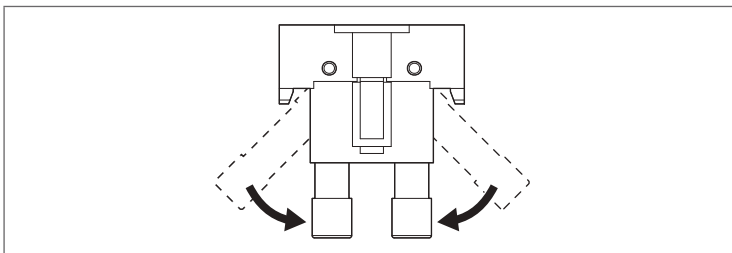

Figura 6.5
7. Aliniați orientarea celor două siguranțe introduse în cutia cu siguranțe (Figura 6.5).